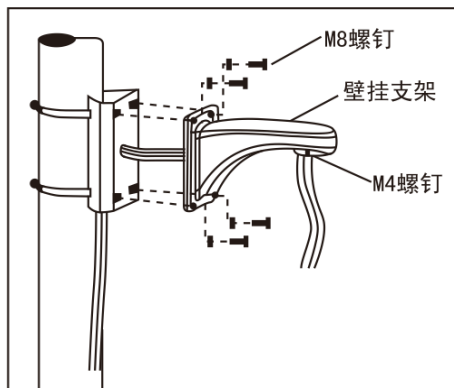

图17
b. 如图17所示，将电线电缆穿过壁挂支架，并将壁挂支架固定到柱装附件上。